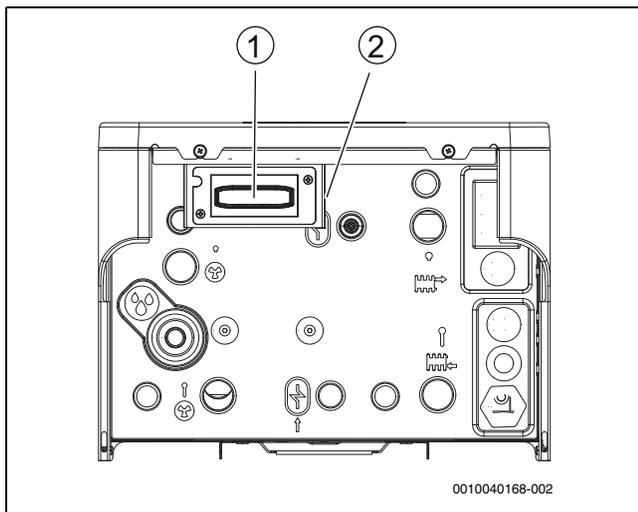

Bild 9 Connect-Key K30RF-Platzierung
1. Hebel ausklappen (\rightarrow [2], Abb. 9).
2. Modul in den Halter einsetzen (\rightarrow [1], Abbildung 9).